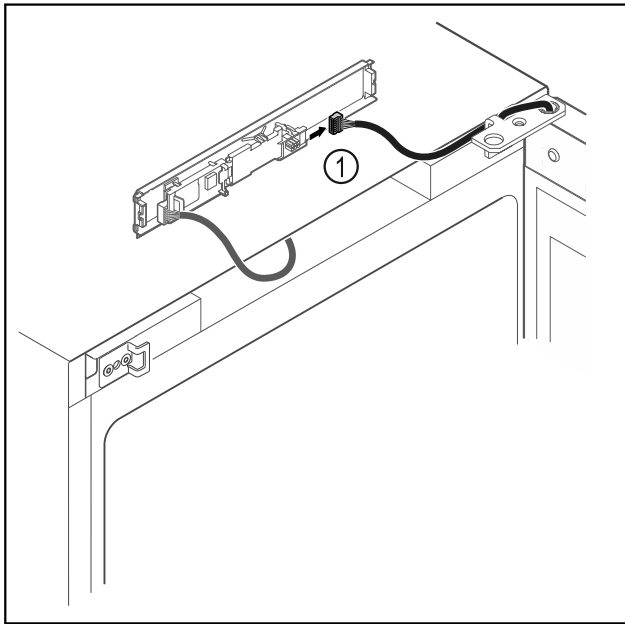

Fig. 18
- ▶ Stekker Fig. 18 (1) van printplaat loskoppelen.